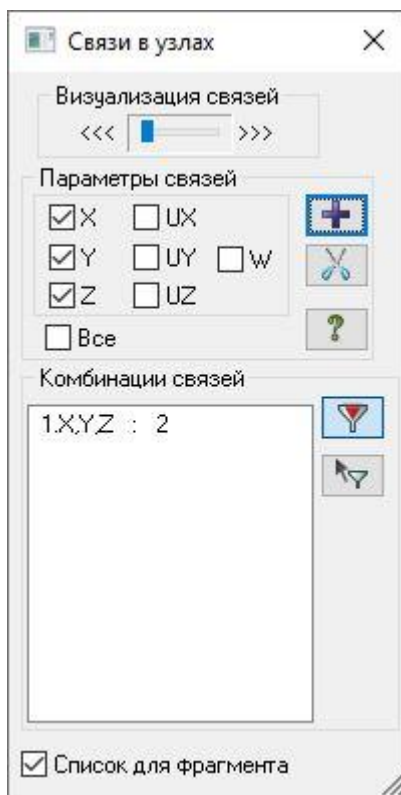

Рис.5.8. Диалоговое окно **Связи в узлах**
- Щелчком по кнопке  – **Связи** (панель **Жесткости и связи** на вкладке **Создание и редактирование**) вызовите диалоговое окно **Связи в узлах** (рис.5.8).